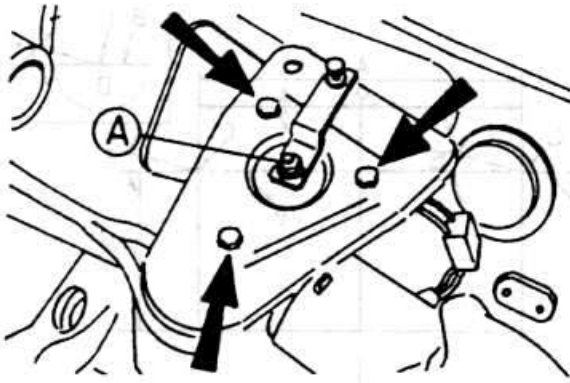

Рис. 7.8
- ♦ Отвинтите мотор от пластинки (рис. 7.8). Устанавливается мотор в обратном порядке.